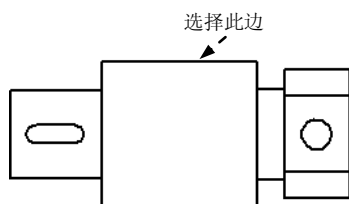
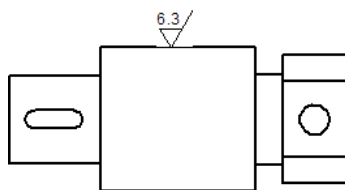

图 8.8.4 定义参照边
图 8.8.5 标注表面粗糙度符号 1
Step4. 放置表面粗糙度符号 1。确认“表面纹理符号”命令条中的  按钮处于弹起状态，选择图 8.8.4 所示边线，然后在合适的位置放置，结果如图 8.8.5 所示。